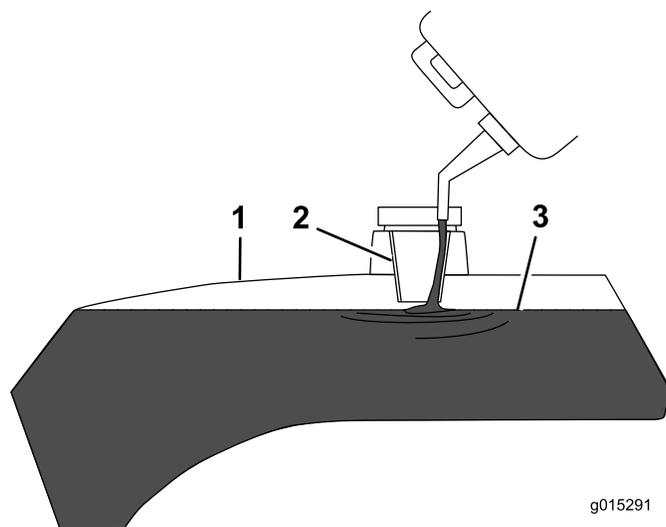
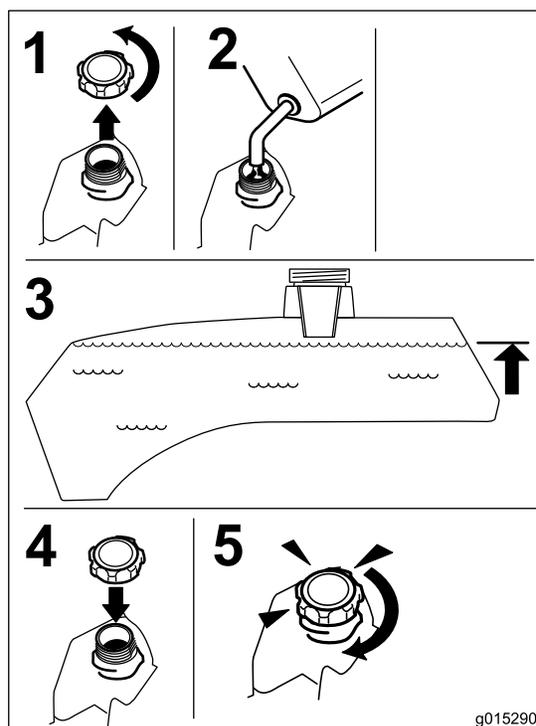

Figure 7
Figure 8
3. Ajoutez de l'essence ordinaire sans plomb dans les deux réservoirs jusqu'à ce qu'ils soient pleins, mais sans faire monter l'essence dans le goulot (Figure 7 et Figure 8). L'espace au-dessus doit rester vide pour permettre à l'essence de se dilater. Ne remplissez pas complètement les réservoirs.